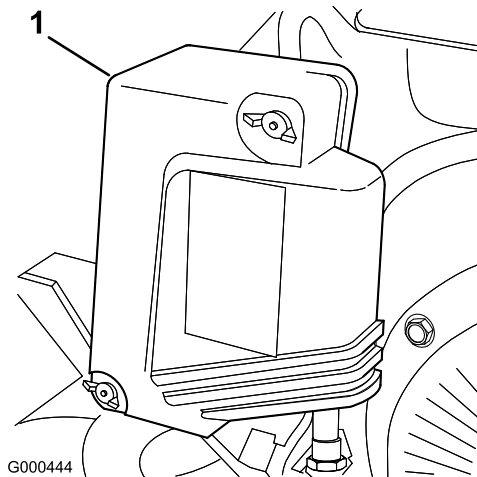

Bild 23
2. Nehmen Sie die Flügelschrauben ab, mit denen die Luftfilterabdeckung am Luftfilter befestigt ist. Nehmen Sie die Abdeckung ab. Reinigen Sie die Abdeckung gründlich (Bild 23).